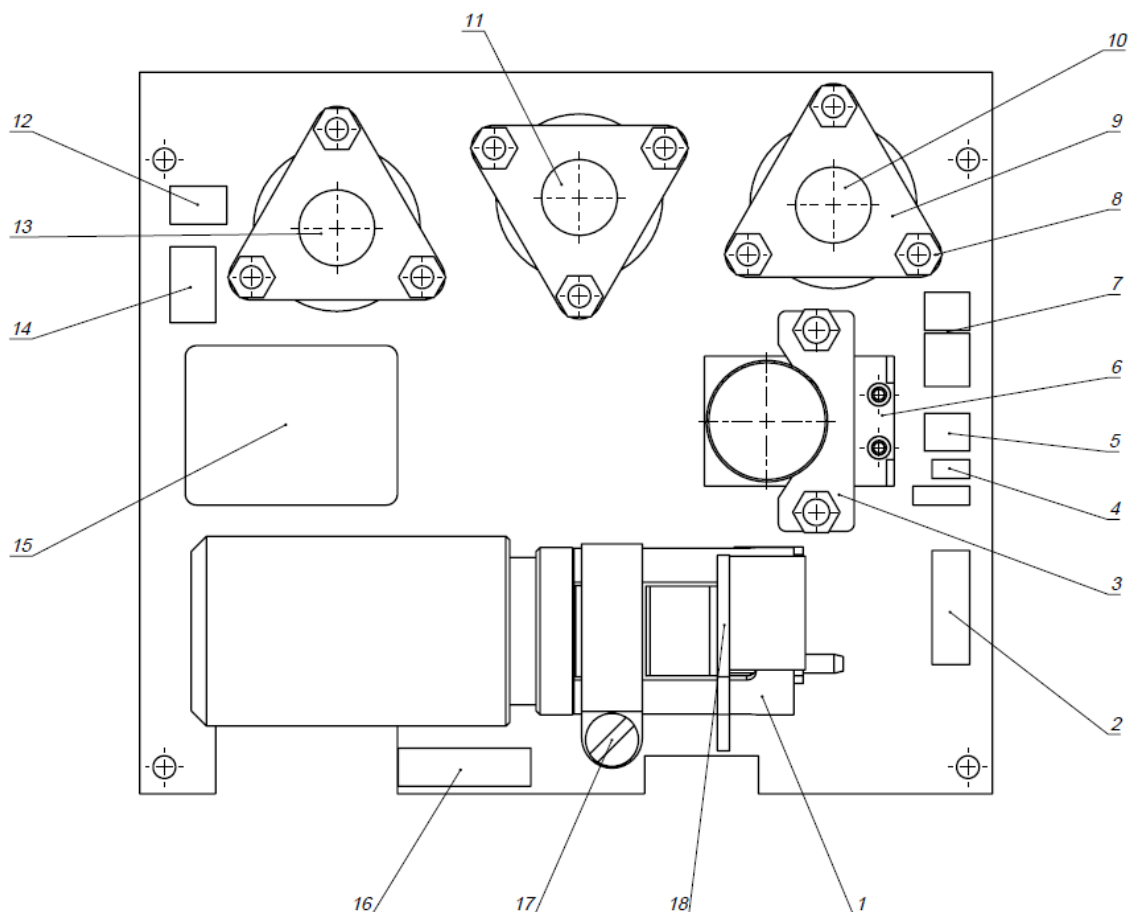

Рис. 1.2. Расположение элементов на плате питания
1.5.2.2 Расположение элементов на плате питания приведено на рис. 1.2 (для вариантов исполнений газоанализаторов с ФИД).